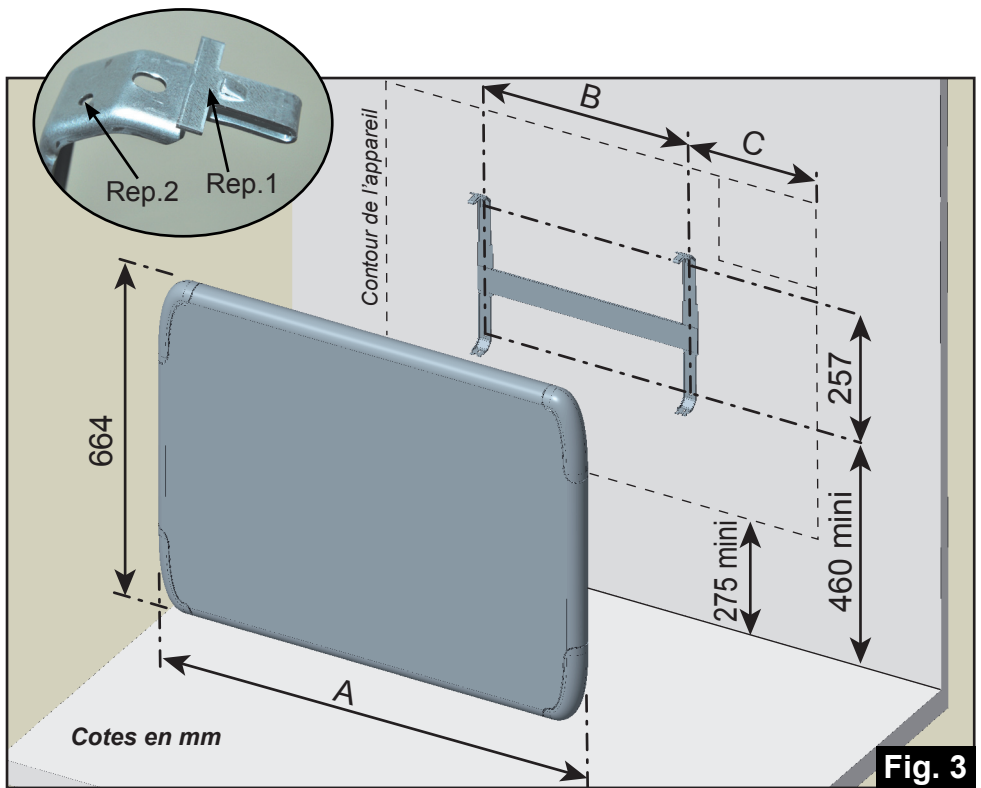

Fig. 3
• Pour effectuer cette opération, ôter le dossieret de l'appareil à l'aide d'un tournevis en agissant sur les 2 pattes (Rep.1, Fig. 3).
• Fixer le dossieret sur la paroi à l'aide de 4 vis minimum (diam.5,5mm max.) en s'assurant de l'orienter dans le bon sens et à la bonne hauteur (Fig. 3).
NOTA : Deux chaînettes de sûreté rivetées sur le panneau arrière assurent le maintien de l'appareil au dossieret lors d'un mauvais enclipsage. Leurs fixations s'effectuent à l'aide du crochet sur le haut du dossieret. (Rep.2, Fig. 3 : trou pour fixer le crochet).